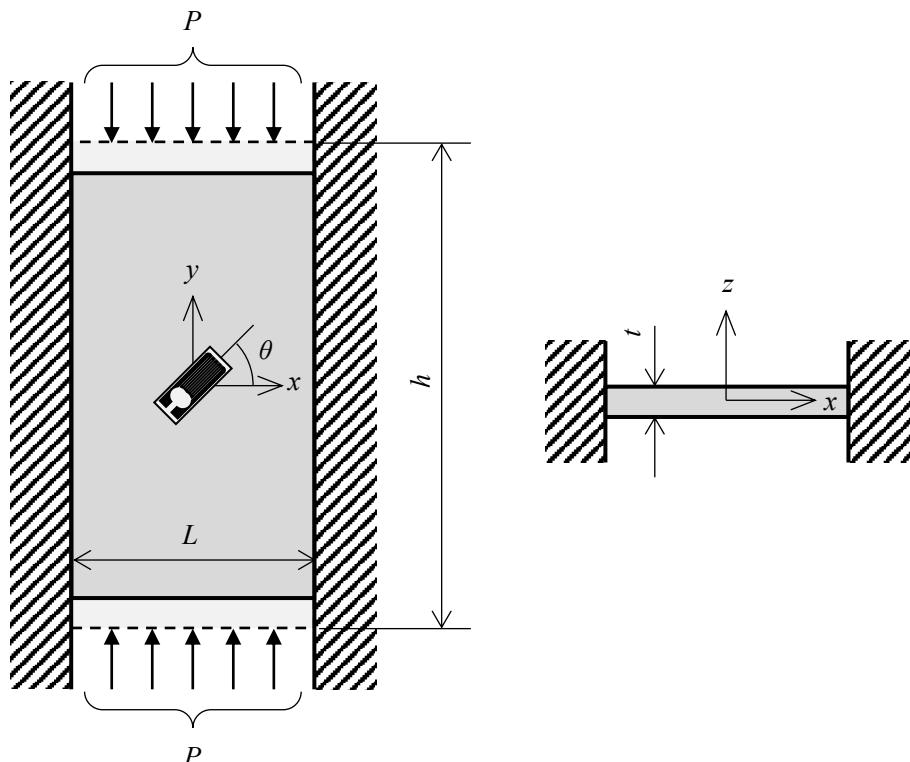

Fig. 2
- [2] 図 2 は z 方向に十分薄い弾性体の板状部材(長さ L , 高さ h , 厚さ t)が剛体壁の内側にはめ込まれている様子を示している。図 2 のように y 方向に両端から圧縮荷重 P が作用している。板材は点線部から実線部に変形するが、この図ではイメージしやすくするために変形が大きく描かれている。 x 軸から反時計回りに $\theta = 45^\circ$ 傾いた方向にひずみゲージが貼り付けられている。このひずみゲージから $\varepsilon_\theta = -100\mu$ の値を得た。壁からの摩擦力は無く、部材の変形は一様であるとして以下の設問に答えよ。ただし、弾性体の材料定数を縦弾性係数 $E = 200\text{GPa}$ 、ポアソン比 $\nu = 0.3$ とし有効数字 3 術で答えよ。